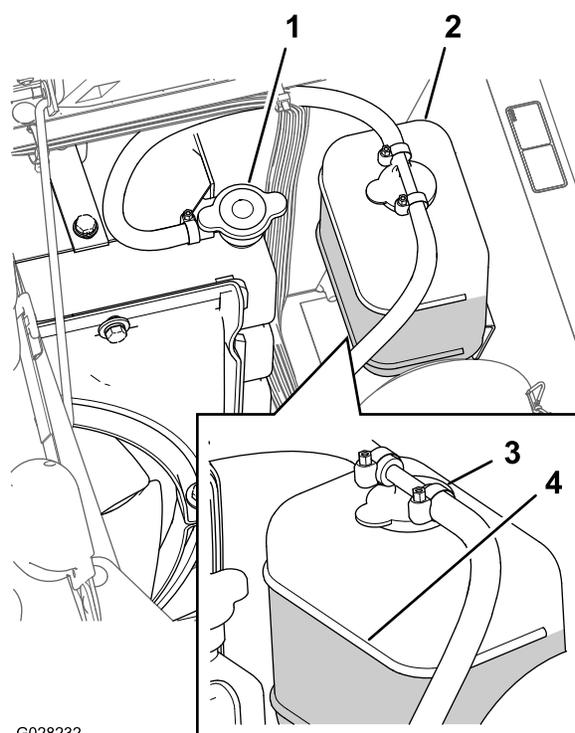

Figura 88
3. Retire cuidadosamente el tapón del radiador y el tapón del depósito de expansión (Figura 88).
Nota: El radiador debe llenarse hasta la parte superior del cuello de llenado, y el depósito de expansión debe llenarse hasta la marca Lleno del depósito (Figura 88).
5. Si el nivel de refrigerante es bajo, retire el tapón del depósito de expansión y el tapón del radiador, y llene el depósito de expansión hasta la marca Lleno (Figura 88) y el radiador hasta la parte superior del cuello de llenado ().
6. Instale el tapón del radiador y el tapón del depósito de expansión (Figura 88).
2. Espere hasta que se haya enfriado el motor, luego retire el tapón del radiador (Figura 88).
6. Retire el tapón del radiador (Figura 88).
8. Arranque el motor con el tapón del radiador aflojado (Figura 88).
10. Una vez que el refrigerante se ha calentado, añada más refrigerante hasta que el nivel llegue a la superficie sellante del tapón, y apriete el tapón (Figura 88).
11. Abra el tapón del depósito de expansión y llene el depósito con refrigerante hasta el nivel de "Frío" (Figura 88).